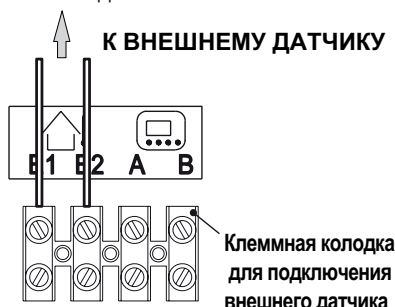

Рисунок 5.27
- Соедините клеммы **E1** и **E2** клеммной колодки с двумя электропроводами, см. Рисунок 5.27.